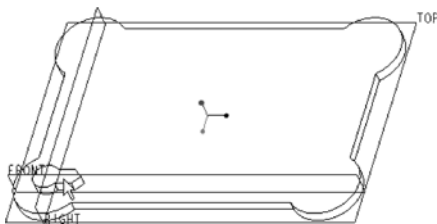

图 5-65 选择要阵列的拉伸伸出项特征
- 2 选择如图 5-65 所示的拉伸伸出项特征作为要阵列的特征。